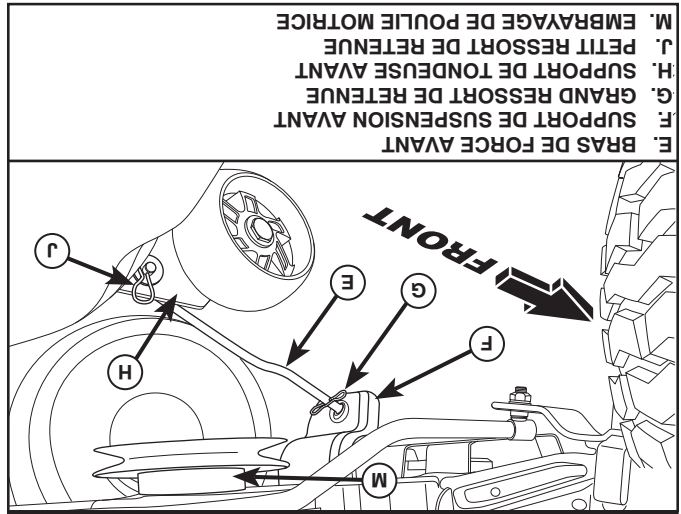

Fig. 31
8. ATTACHER LE BRAS AVANT (E) (Voir la Fig. 31)
• Depuis le devant du tracteur, insérer l'extrémité de la tige du bras avant (E) dans le trou dans le support de suspension avant du tracteur (F).
• Déplacer vers le côté gauche de la tondeuse et insérer un grand ressort de retenue (G) dans le trou devant le bras (E) derrière le support de suspension avant (F).
- Déplacer vers le côté gauche de la tondeuse et insérer un grand ressort de retenue (G) dans le trou devant le bras (E) derrière le support de suspension avant (F).
- Insérer une autre extrémité du bras (E) dans le trou dans le support avant de la tondeuse (H) et fixer avec une rondelle et un petit ressort de retenue (J).